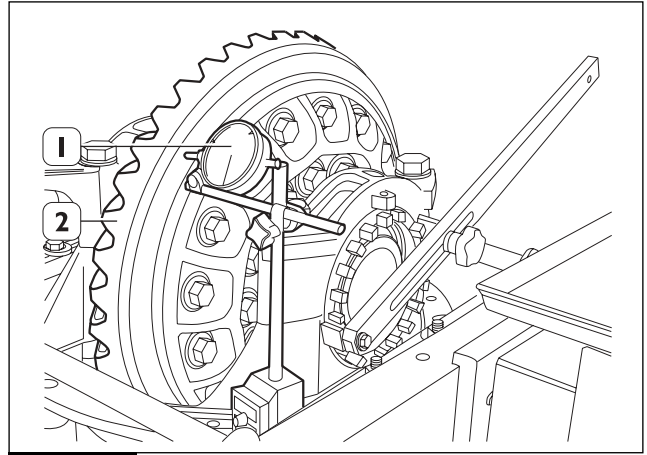

Fig. 51
Controlar, mediante un comparador (1) de base magnética, que la corona (2) no presente una oscilación superior a 0,20 mm. En el caso de que resulte superior desmontar el grupo diferencial y asegurarse de la causa. (Fig. 51)